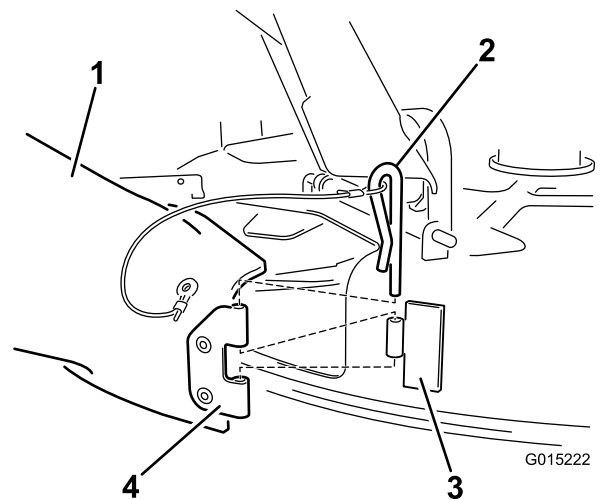

Figura 21
4. Individuate la guida di scarico tra le parti sciolte. Allineate i fori della cerniera sulla guida di scarico con la cerniera del piatto (Figura 21).